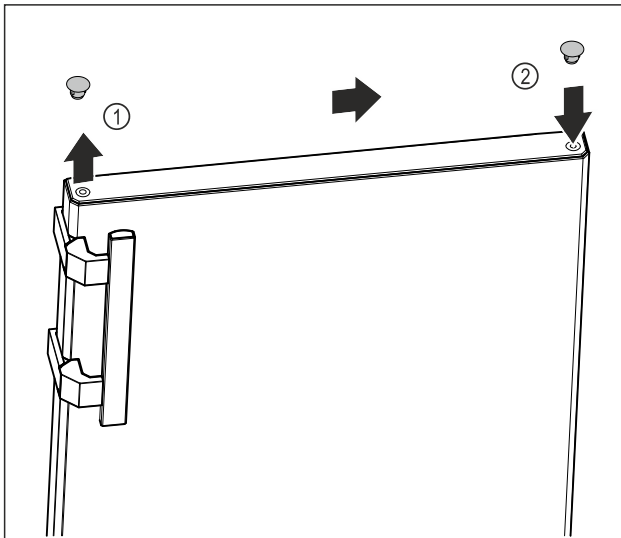

Fig. 10
- ▶ Pomocí plochého šroubováku opatrně zvedněte krycí zátku na horní straně dvířek Fig. 10 (1).
- ▶ Zasuňte krycí zátku na opačné straně. Fig. 10 (2)